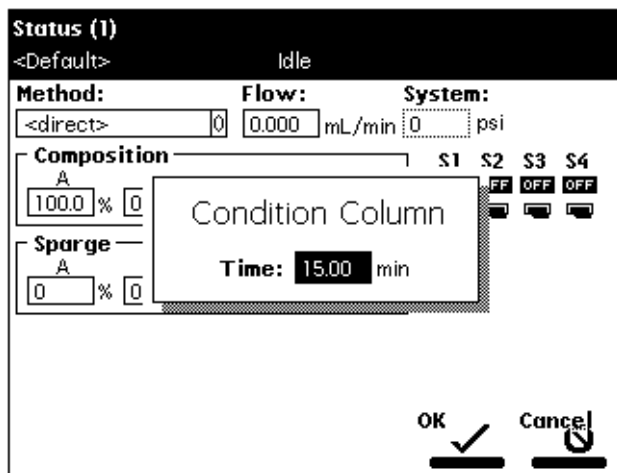

图 4-15 调整色谱柱对话框
4. 选择 **Condition Column**（调整色谱柱），然后按 **Enter**。出现 Condition Column（调整色谱柱）对话框（图 4-15）。